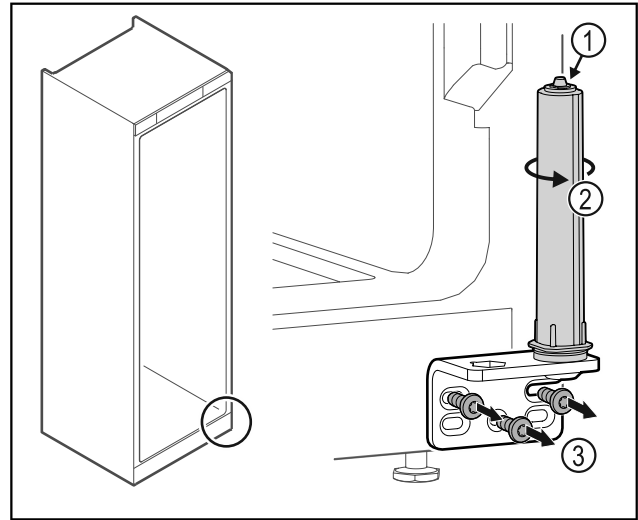

Fig. 14
- ▶ Μην αποσυναρμολογείτε το σύστημα κλεισίματος πόρτας Fig. 14 (1).
- ▶ Περιστρέψτε το σύστημα κλεισίματος Fig. 14 (2), μέχρι να κάνει κλικ.
- ▶ Ξεβιδώστε τη γωνία μεντεσέ Fig. 14 (3).